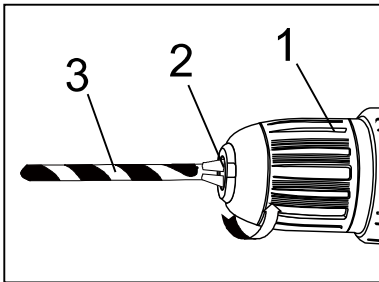

Рис.9
Поверніть гільзу патрона (1) в напрямі за годинниковою стрілкою, поки губки патрона (2) не зйдуться рівномірно і оснащення не буде надійно затиснене (Рис. 9).